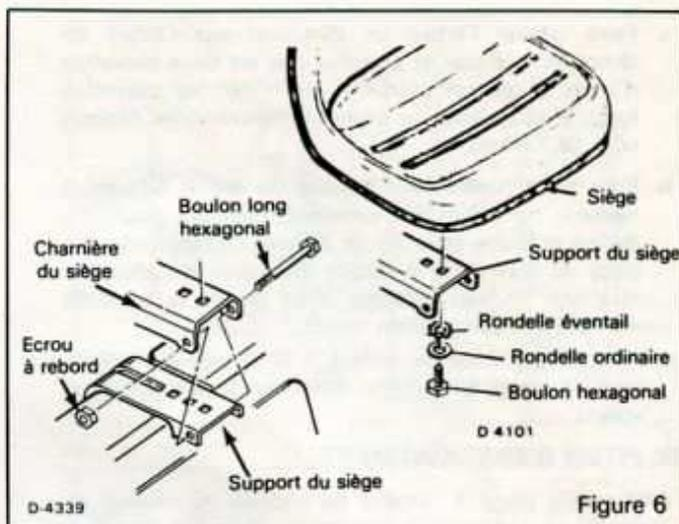

Figure 6
7. CHARNIÈRE DU SIÈGE-DÉMARRAGE ÉLECTRIQUE figure 6.
Fixer la charnière du siège au support du siège à l'aide du long boulon hexagonal et de l'écrou à rebord comme illustré par la figure 6. Bien serrer.
8. SIÈGE figure 6